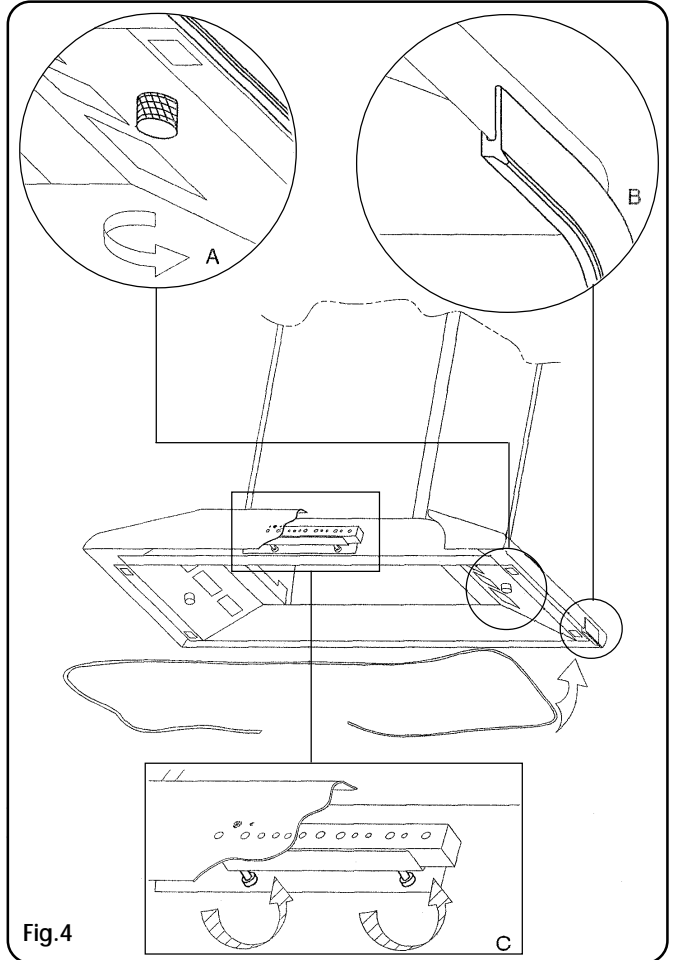

Fig.4
- 7) allentare le due viti di fissaggio scocca **fig4.A**
- 10) posizionare la scatola comandi e stringere le due viti di fissaggio senza serrare a fondo **fig4.C**
- 11) infilare il profilo sagomato sul bordo della scocca **fig4.B**
- 13) serrare le due viti di fissaggio scocca precedentemente allentate al punto (7) **fig4.A**
- 7) Lösen Sie die beiden Gehäusebefestigungsschrauben (**Abb.4.A**)
- 10) Setzen Sie das Armaturengehäuse an und ziehen Sie die beiden Befestigungsschrauben nicht ganz bis zum Anschlag an. (**Abb.4.C**)
- 11) Setzen Sie den Profilrahmen auf den Gehäuserand. (**Abb.4.B**)
- 13) Ziehen Sie die eingangs gelockerten zwei Gehäusebefestigungsschrauben (siehe Abs. 7) nun fest an. (**Abb.4.A**)